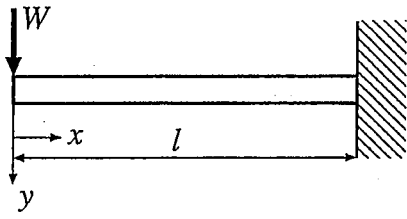

図4-1
- 4 図4-1のように自由端に集中荷重 W が作用する片持ちはりのたわみ曲線 $y(x)$ を求めよ。また、自由端のたわみ y_0 及びたわみ角 θ_0 を求めよ。ただし、はりの曲げ剛性を EI とする。(微分方程式を解く過程を示すこと)